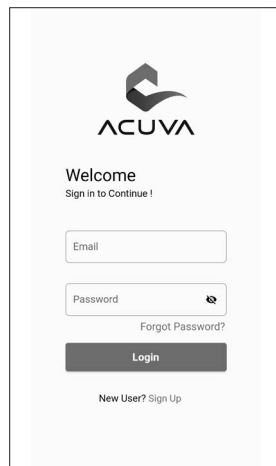

Figura 12: Iniciar sesión en la aplicación
- a. Tras instalar la aplicación (desde la tienda de aplicaciones), es necesario crear una cuenta e iniciar sesión en la aplicación, como se ilustra en la **FIGURA 12**.